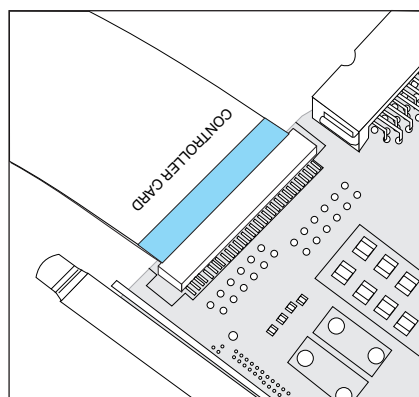

図 80. 正しく取り付けられたサービス・コントローラー・カード・ケーブル
- b. リボン・ケーブルを再接続する前に、その接点が下方向きであることを確認します。サービス・コントローラーの背面にケーブルを慎重に取り付けます。取り付け中にケーブルがねじれや湾曲が生じないように、まっすぐ取り付けてください。ケーブル・コネクタの各端の紺色の線が見えないことを確認します。これで、ケーブルが完全に装着されます。図 80 および 345 ページの図 81 を参照してください。